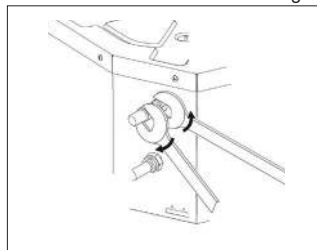

Fig. 1
- Apriete las conexiones utilizando el método "llave contra llave" (Fig. 1).